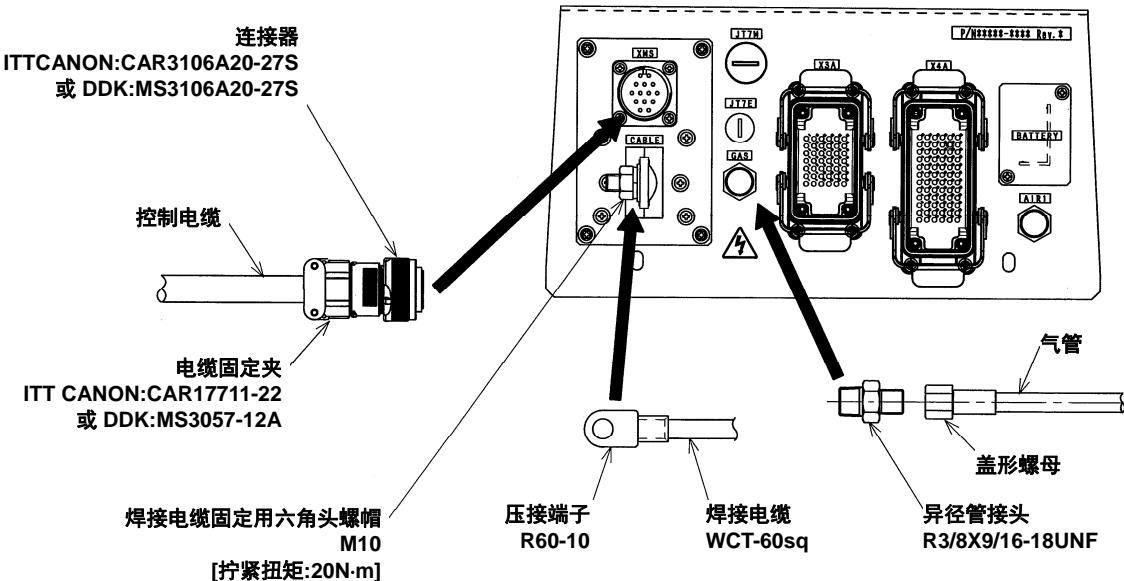

图 5.2 到下手臂的配线和配管
5. 与机器人下手臂的控制电缆、焊接电缆、气管的连接，请参考图 5.2 配线和配管。